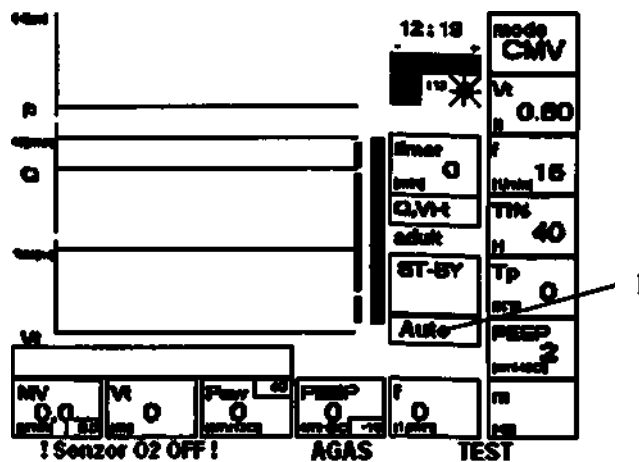

рис. 22
1. Вентилятор устройства VENAR имеет дефо заранее установленную автоматическую компенсацию влияния фракции N_2O дыхательной смеси на параметры объема. Эта информация указана после окончания теста или пропуска теста в срочных случаях на основном экране в информационном поле (см. пункт 2.2.1.2) под символом N_2O – см. рис. 22 поз. /1/.